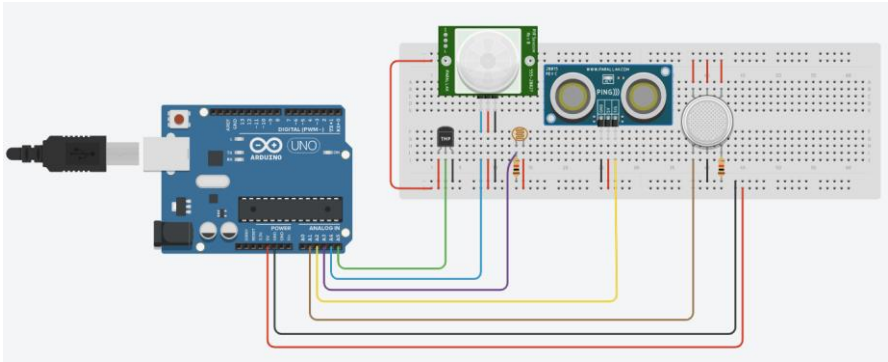

Рисунок 7.5 — Приклад використання групи датчиків
На рис. 7.5 зображено приклад використання групи датчиків (температура, освітлення, відстань, рух і газ), дані з яких виводяться у консоль.
7.3.2 Додати на схему з групою датчиків (рис.7.5) датчик вологості та додати код виводу даних у консоль.